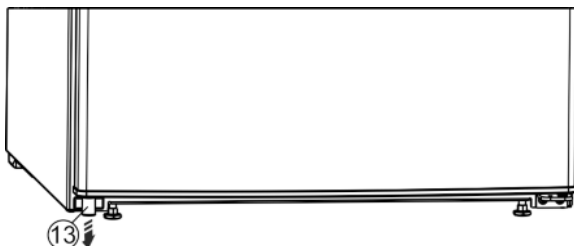

Fig. 4
- ▶ Unten links das Distanzteil Fig. 4 (13) aus der Tür herausnehmen.